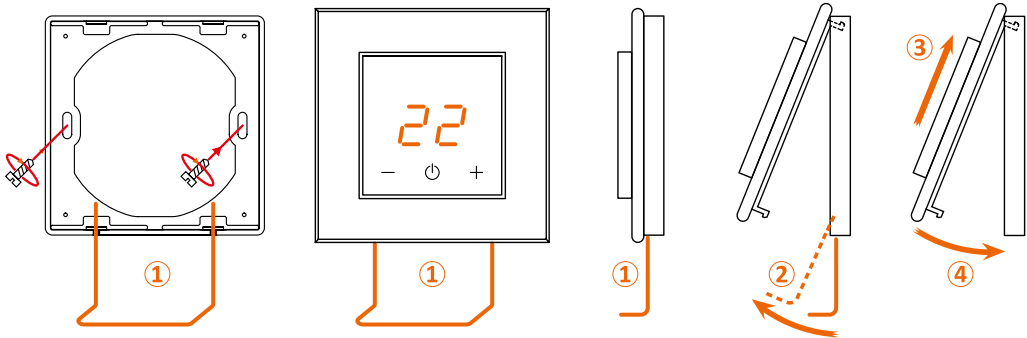

Рис.3 Снятие и монтаж терморегулятора серий TAKTO, TAKTO pro, ORTO, ORTO pro.
**ВНИМАНИЕ.** Монтировать рамки нужно так, чтобы прорези (1) и (5) на рамке (рис. 3 и 4) были направлены вниз.
## **Снятие терморегулятора серий TAKTO, TAKTO pro, ORTO, ORTO pro (рисунок 3)**
## **Установка терморегулятора серий TAKTO, TAKTO pro, ORTO, ORTO pro (рисунок 3)**